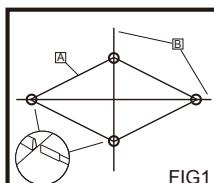

FIG1
- Insérez entièrement les arceaux <B1> dans les fourreaux. (FIG1)